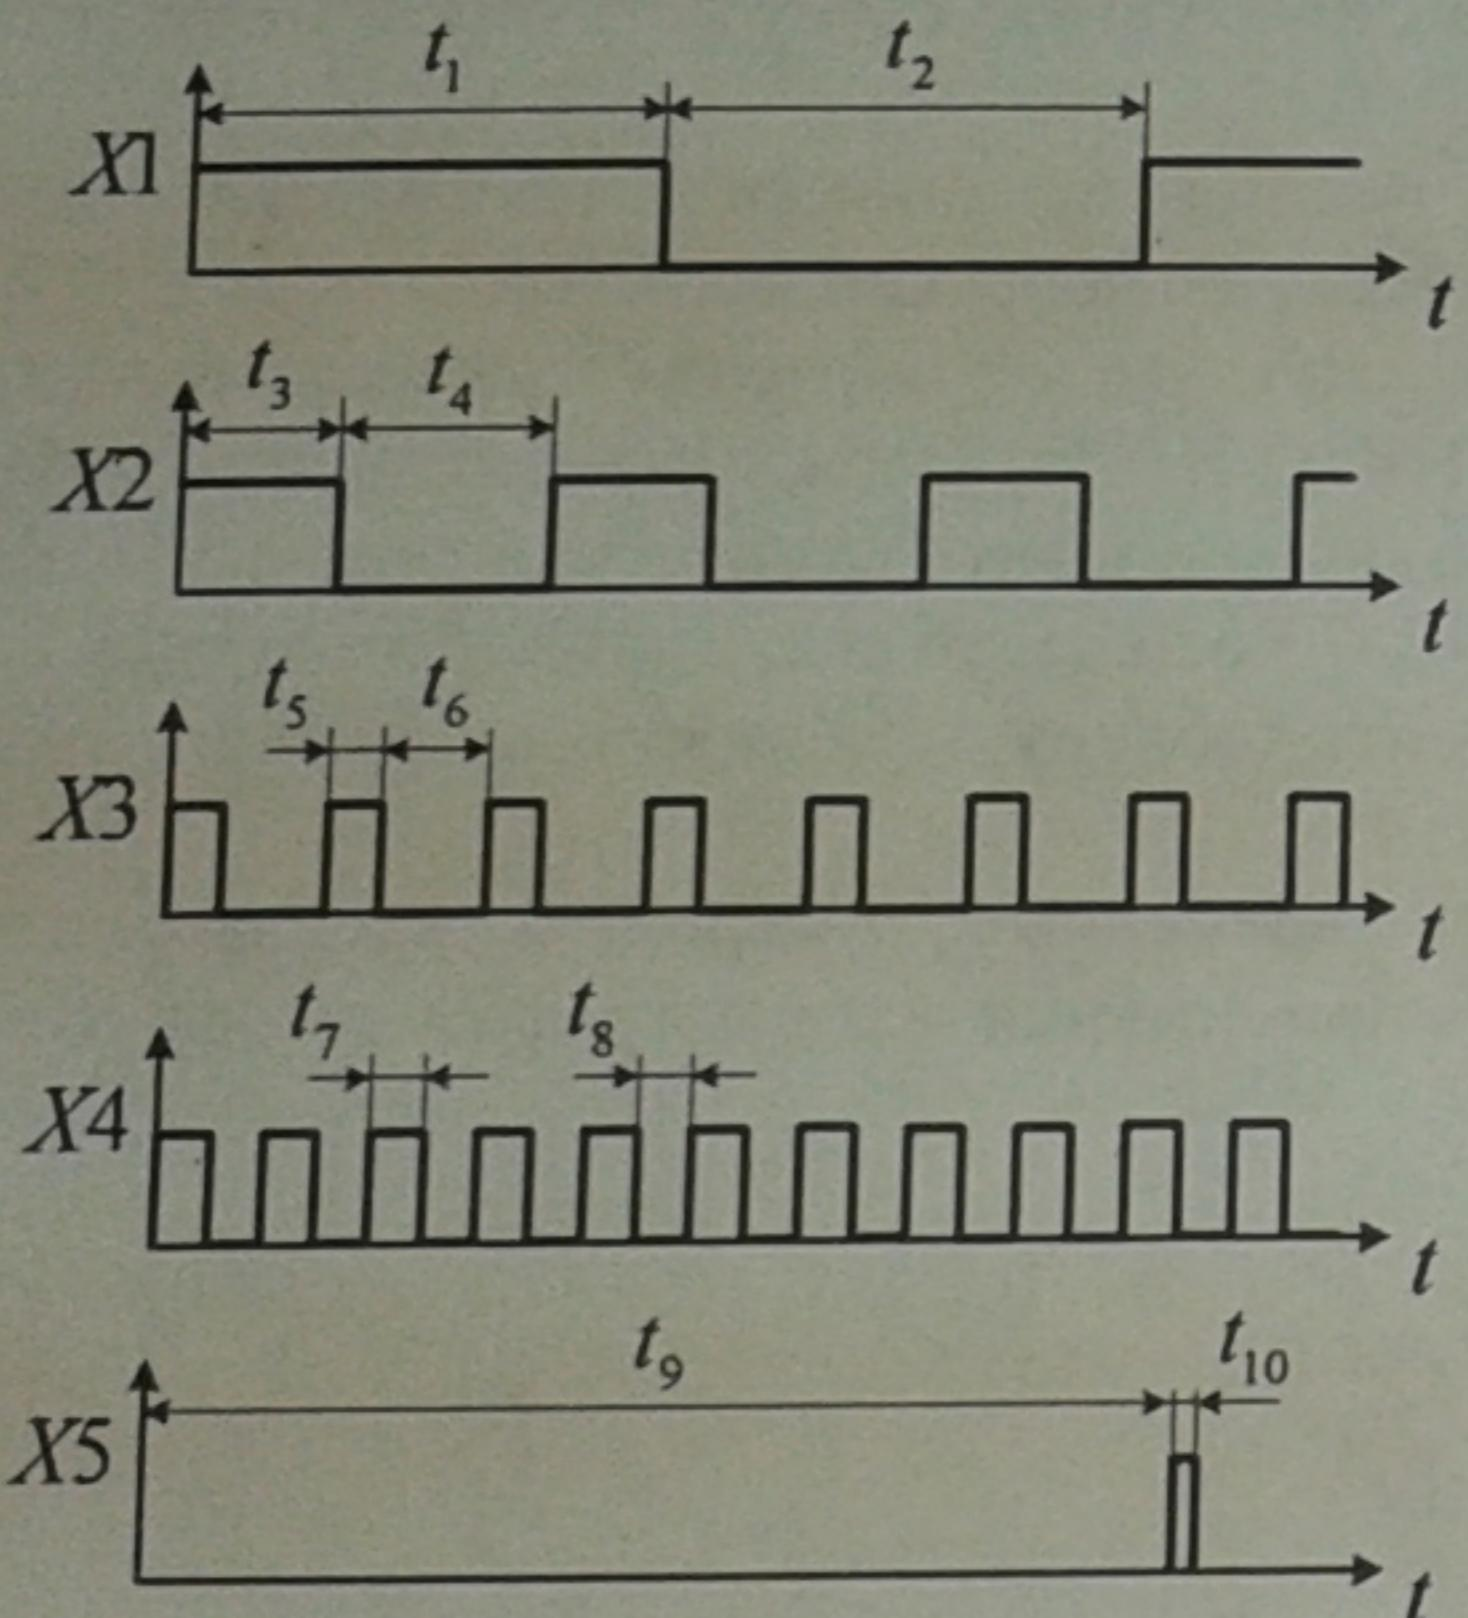

Рис.2. Временные диаграммы входных сигналов
- начертить схему JK-триггера, и построить его временные диаграммы сигналов для заданной последовательности импульсов  $J = X_1$ ,  $K = X_2$ ,  $C = X_3$  (см. рис. 2). Показать временные диаграммы  $J$ ,  $K$ ,  $C$ ,  $Q$ ,  $\bar{Q}$  синхронно друг под другом;
- начертить схему асинхронного четырехразрядного двоичного счетчика, состоящего из D-триггеров, и построить его временные диаграммы сигналов для заданной последовательности импульсов  $C = X_4$ ,  $R = X_5$  (см. рис. 2). Показать временные диаграммы  $C$ ,  $R$ ,  $Q_1$ ,  $Q_2$ ,  $Q_3$ ,  $Q_4$  синхронно друг под другом.